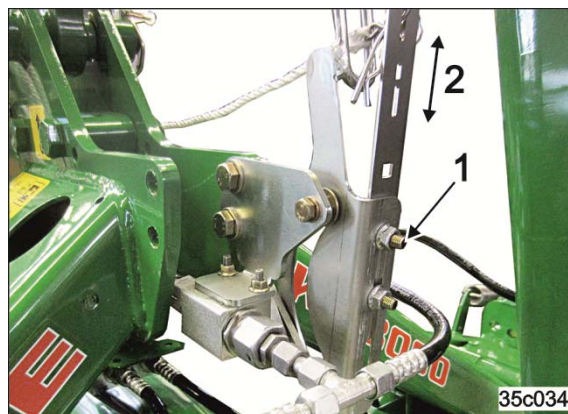

Fig. 140
1. Løsn møtrikkerne (Fig. 140/1).
2. Anbring aktiveringskrogen i den ønskede position (Fig. 140/2), så udløftning bliver mulig, mens kardanakslen kører.
3. Spænd møtrikkerne (Fig. 140/1).